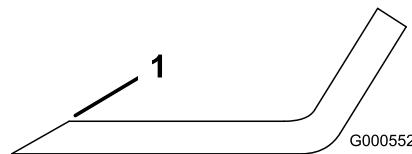

Figure 60
1. Au moyen d'une lime, aiguissez les tranchants aux deux extrémités de la lame (Figure 60).
Remarque: Si la lame est déséquilibrée, limez un peu l'extrémité de l'ailette seulement (Figure 60).